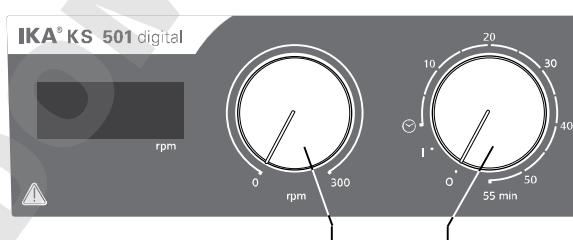

Fig. 3
- ⇒ 「**オン/オフ**」および「**タイマー**」ダイヤルノブ (B、Fig. 3参照) を時計回りに「**1**」の位置まで回し、本体の電源を入れます。
- ⇒ 「**オン/オフ**」および「**タイマー**」ダイヤルノブ (B) を「**0**」の位置まで回し、本体の電源を切ります。
- ⇒ 「**回転数**」ダイヤルノブ (C、Fig.3参照) を回すことにより、**KS 501/HS 501 digital**は0~300rpmの範囲内で回転速度を設定することができます。